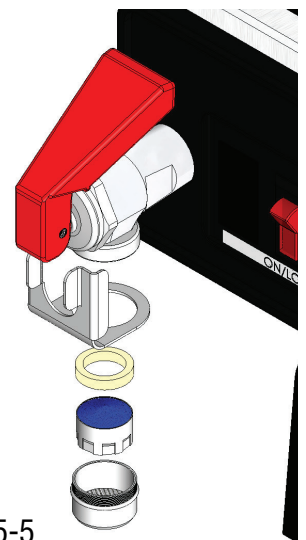

FIG 15-5
4. Es posible desmontar el aireador de la llave para su limpieza. Desenrosque el conjunto del aireador (en sentido antihorario desde la parte inferior) FIG 15-5